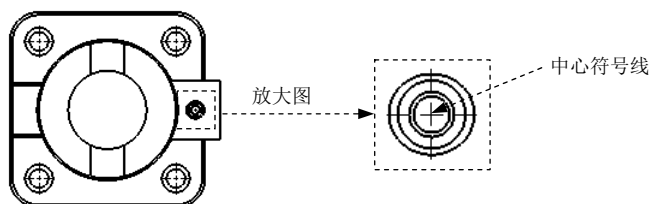

图 6.2.17 自动创建中心线
(2) 在 文档属性(D) 选项卡中选中 中心线/中心符号线 选项, 在 中心符号线 区域的 大小(Z): 文本框中输入中心符号线的大小值为 2.5, 并选中 ☒ 延伸直线(E) 和 ☒ 中心线型(R) 复选框, 单击 确定 按钮。
Step4. 创建视图。在 方向(O) 区域中单击“前视”按钮 , 在图形区单击放置视图, 如图 6.2.17 所示。